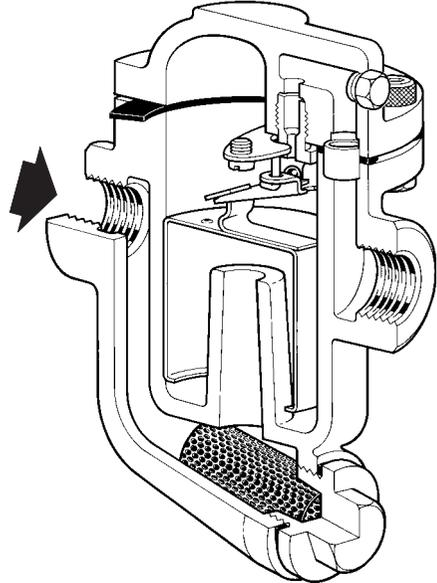

Fig. 3 HM34 (½" y ¾")
6.2 Cómo montar el conjunto válvula y asiento (ver Fig. 3):
- Desenroscar los tornillos (2) de la tapa y sacar la tapa.
- Sacar la cubeta (4) de la palanca (10).
- Sacar el soporte pivote palanca desenroscando los dos tornillos (5).
- Sacar el asiento (8) de la tapa.
- Usando una junta nueva (7), colocar la tapa asegurando que el casquillo (11) está colocado correctamente y apretar los tornillos según el par de apriete recomendado (ver Tabla 1).